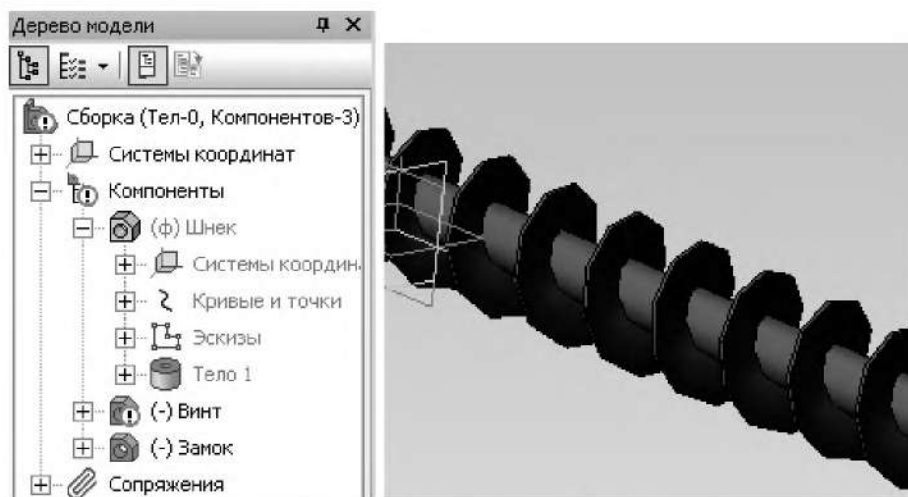

Рисунок 4.8. Модель шнекового конвейера
9. Проследите, чтобы последний **Эскиз:3** был выделен в Дереве модели, и вызовите команду **Кинематическая операция** на Инструментальной панели. В нижней части экрана появится Панель свойств, на которой в поле **Сечение** должен быть заявлен **Эскиз:3**. Задайте траекторию кинематической операции, щелкнув мышью в Дереве модели на **Спираль цилиндрическая:1**. Проследите, чтобы в поле **Движение сечения** был активен переключатель **Сохранять угол наклона** (или **Перпендикулярно траектории**), а во вкладке **Тонкая стенка** в окне **Тип построения тонкой стенки** было выбрано **Нет**. Нажмите на клавишу **Создать объект**, и модель Шнекового конвейера будет готова (рисунок 4.8).